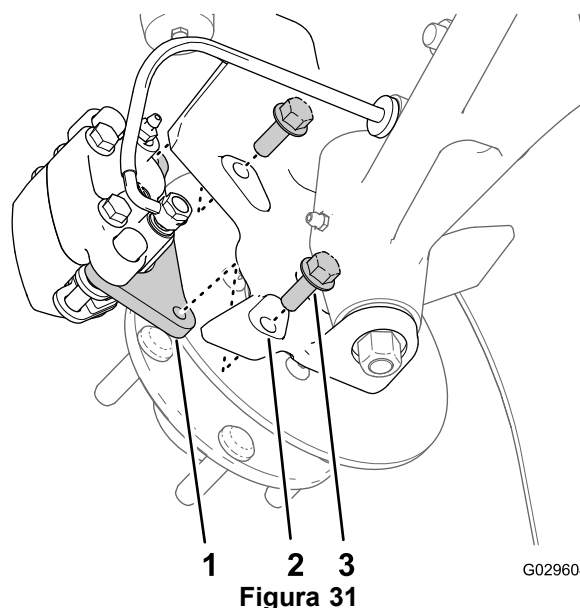
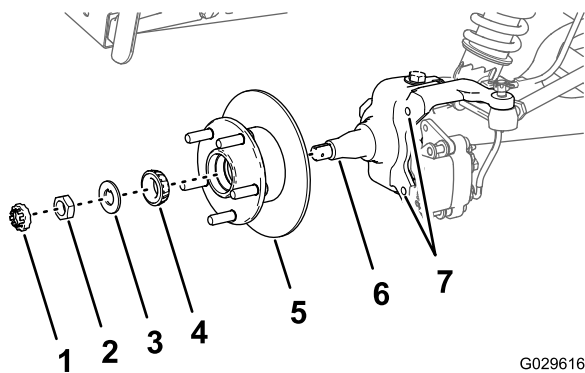

Figura 31
Figura 35
3. Retire los pernos con arandela prensada (3/8" x 1") que sujetan el soporte del conjunto de freno al eje, y separe el freno del eje (Figura 31).
1. Aplique una ligera capa de grasa del tipo especificado en el eje (Figura 35).
- Monte el cubo y el rotor en el eje con el rotor hacia dentro (Figura 35).
- Monte el cojinete exterior en el eje y acople el cojinete al anillo de rodadura exterior (Figura 35).
- Monte la arandela con pestaña en el eje (Figura 35).
- Enrosque la tuerca en el eje, y apriete la tuerca mientras gira el cubo (Figura 35).
- Alinee las pastillas de freno en cada lado del rotor (Figura 31) y los taladros del soporte de la pinza con los taladros de montaje del freno de la mangueta (Figura 35).
- Monte el soporte de la pinza en la mangueta (Figura 31) con los 2 pernos con arandela prensada (3/8" x 1"), y apriete los pernos a 47–54 N·cm.